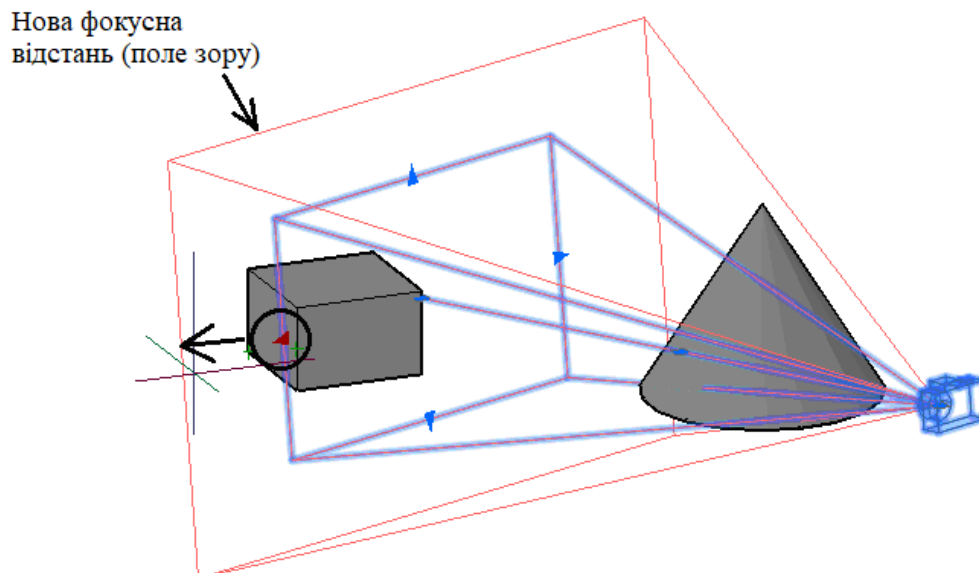

Рисунок 3.169 – Процес зміни фокусної відстані камери
3. Перетягнути клацанням-протяжкою мишки ручку для зміни наближення об'єктива (рис. 3.169).